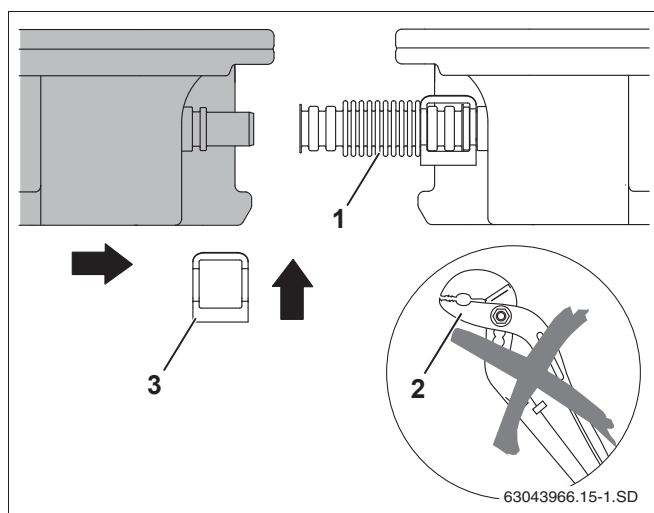

Рис. 26 Придвинуть второй коллектор к первому
- ▶ Не применяйте никаких инструментов, такие как плоскогубцы и др. (рис. 26, поз. 2). Они могут повредить гофрированную трубу.
- ▶ Второй коллектор придвиньте к первому так, чтобы его штуцеры попали в уже установленные гофрированные трубы (рис. 26, поз. 1) первого коллектора.
- ▶ Установите зажимы (рис. 26, поз. 3) на гофрированные трубы на штуцерах второго коллектора.